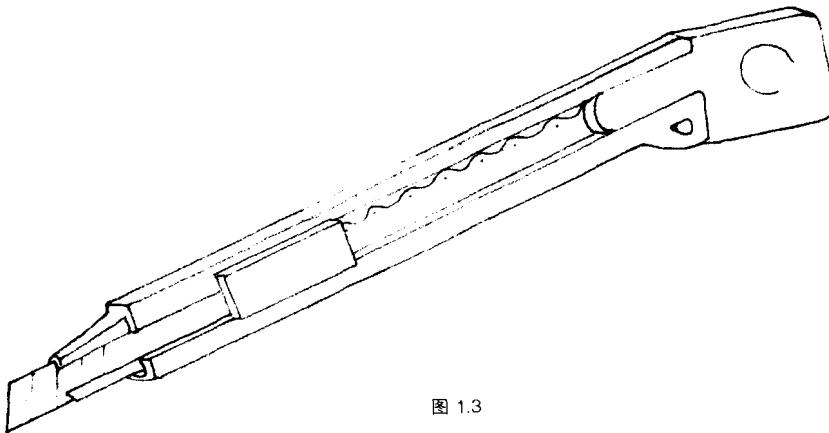

图 1.3
- 裁纸刀（图1.3） 这种类型的刀片上带有一段段的刻痕，当这部分刀片用钝了以后可以折断扔掉。一定注意要选择在刀柄部分有可以固定刀片的锁的类型。这种刀也很重要，手感和美工刀很像，但是却没有美工刀强韧。它的优点是替换刀片很方便。